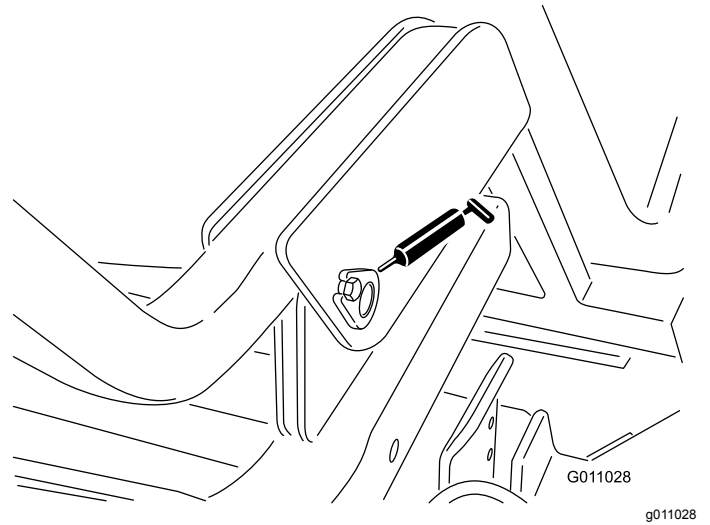

Bild 36
- Fangboxgelenk (unten) (2) (Bild 36)